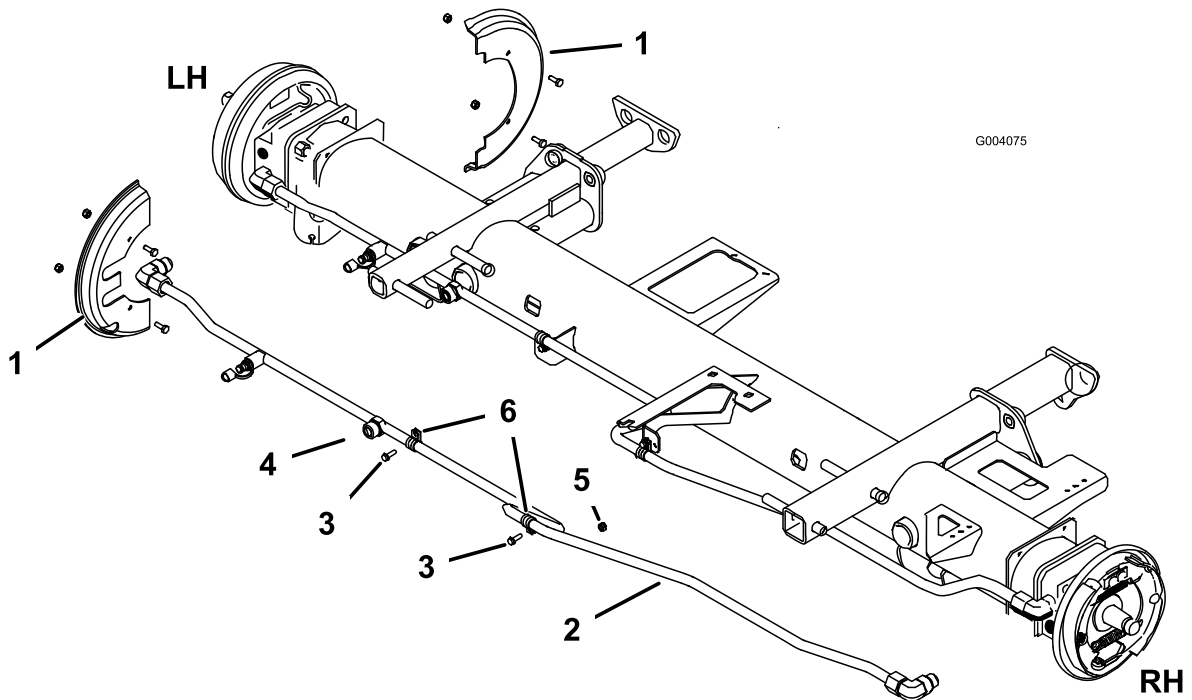

図 10
3. ホイールシールドを前アクスルフランジに固定しているキャップスクリューとナットを外す 図 10。
4. 左前ホイールモータの上側フィッティング、および、右前ホイールモータの底部フィッティングから、油圧チューブを外す 図 10。
5. チューブをフレームに固定している R クランプ 図 10 と、ブレーキケーブルを油圧チューブに固定しているケーブルタイを外す。
6. 可変ポンプと油圧チューブから、左側ホースを取り外す 図 10。可変ポンプの底部についている 45° フィッティングも外す 図 10。
- 前アクスルフランジにホイールシールドを取り付ける先ほど外したキャップスクリューとナットを使用する 図 10。